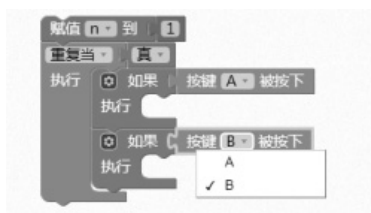

图 9-9 加入判断按键 A、B 是否被按下
④ 在左侧的块选择区中找到“逻辑”块，用鼠标选中 ，实现无限循环。
⑤ 在左侧的块选择区中找到“逻辑”块，用鼠标选中 。在“如果”条件中加入“按键 A 被按下”。同时，复制整个“如果 执行”模块，将“按键 A 被按下”改为“按键 B 被按下”，如图 9-9 所示。